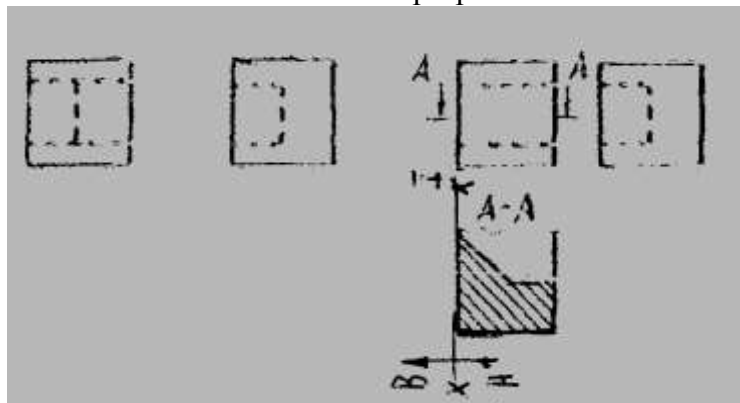

Рис. 1.1 Построение третьей проекции детали
7. третью проекцию детали по двум заданным (один из возможных вариантов), как показано на рис.1.1, решение задания в двух вариантах повышает уровень оценки;